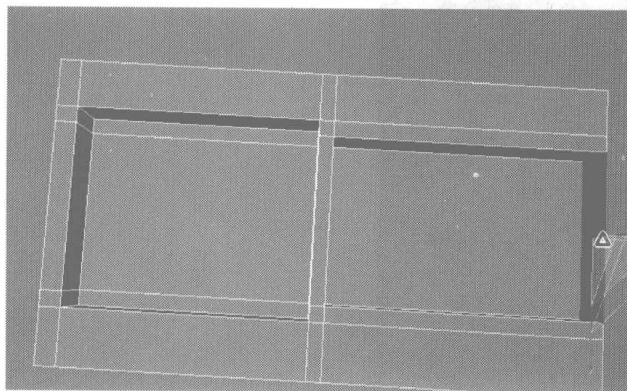
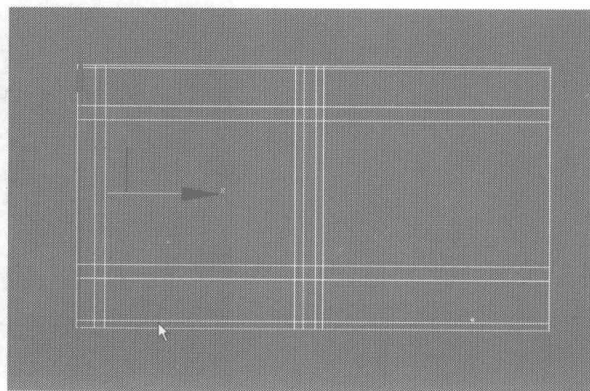

图 4.374
图 4.375
- 36** 选择如图 4.374 所示的面将其删除，然后在 Bottom 继续添加如图 4.375 所示的细分线。